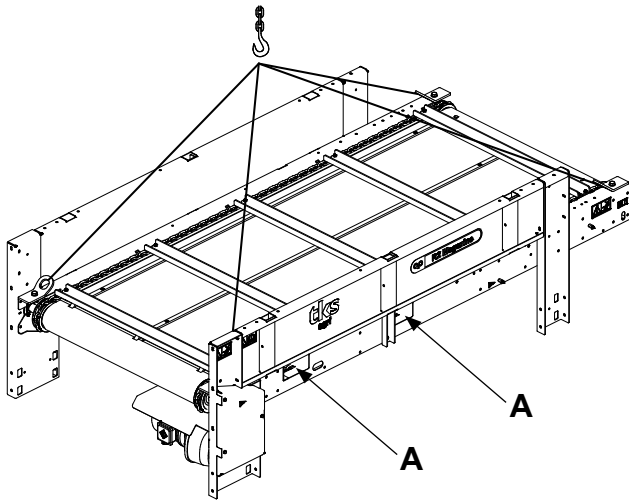

Abb. 6
Kurze Magazine, 1–3 m, können mit einem Gabelstapler bewegt werden. Verwenden Sie die Gabelkanäle (A). **Siehe Abb. 6.**